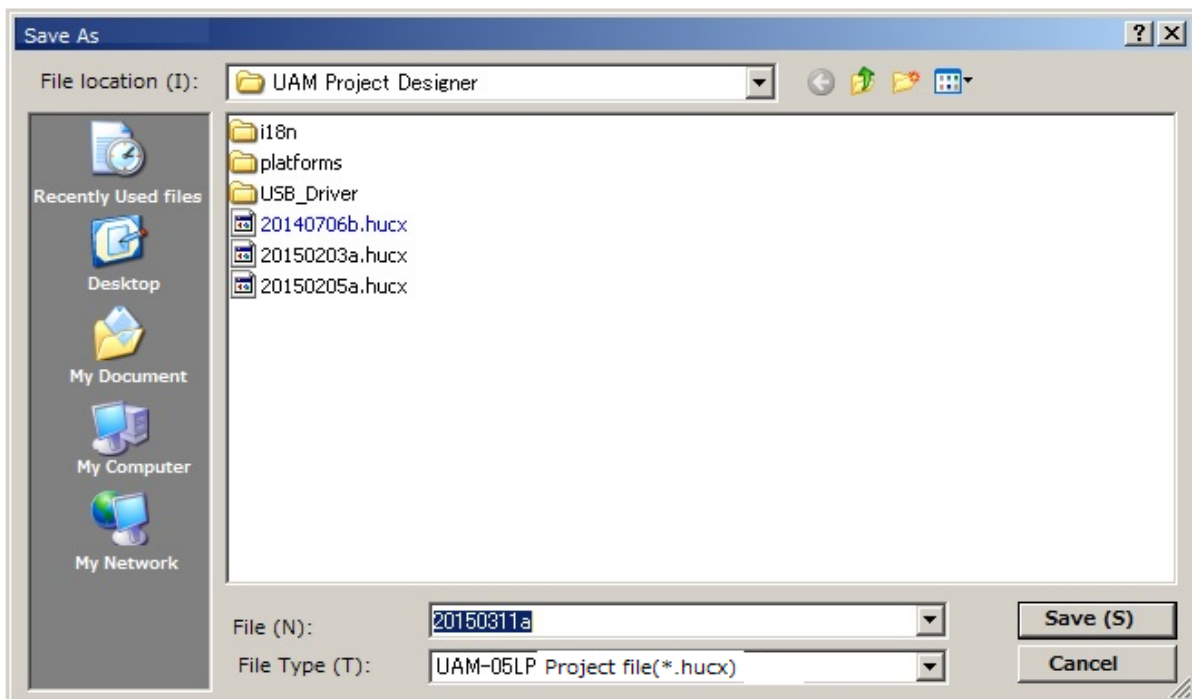

Abbildung 7-53 Projektdatei speichern
- c) Geben Sie einen Dateinamen ein und klicken Sie auf die Schaltfläche Speichern. Ändern Sie ggf. den Speicherort der Datei. (Abbildung 7-53)